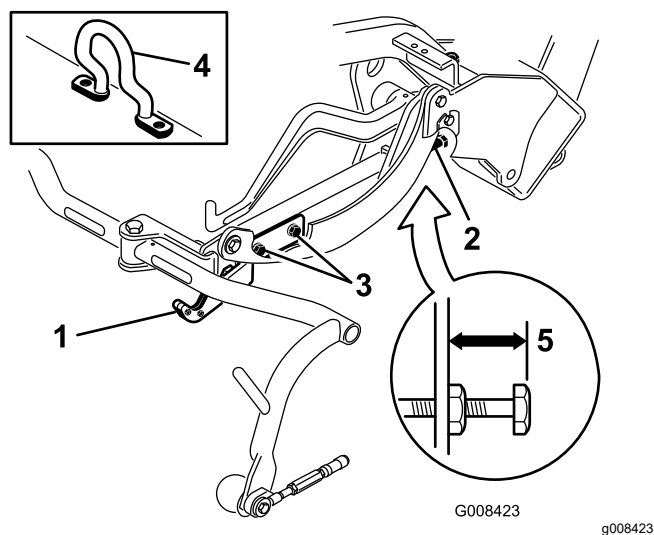
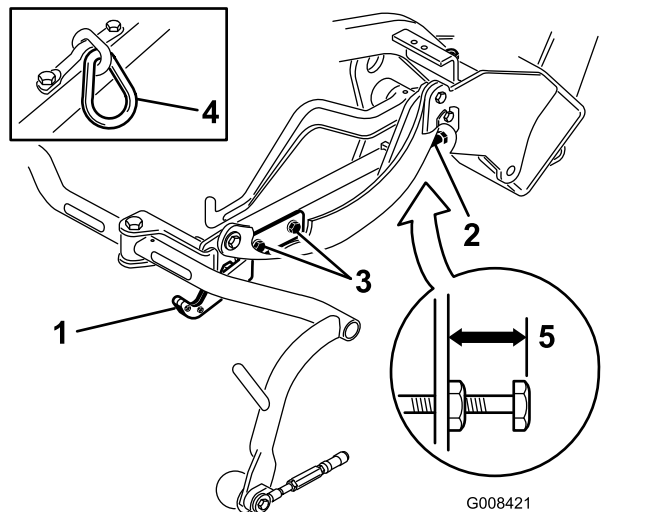
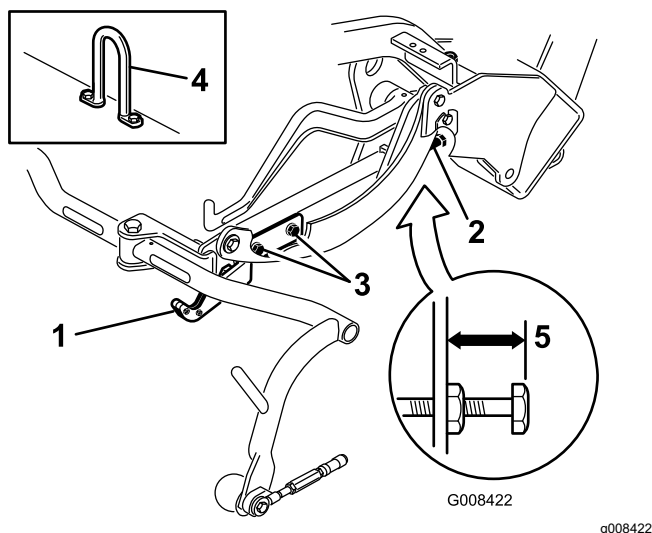

Figura 10
Figura 11
Figura 12
3. La unitățile de tăiere echipate cu o verigă de lan sau un cârlig de ridicare în linie dreaptă (Figura 11 i Figura 12 inserii), verificai dacă distanța de la partea superioară a urubului de reglare a cadrului de susținere până la partea din spate a cadrului de susținere este de 22 mm. Dacă distanța nu este de 22 mm, treceți la pasul 4. Dacă unitatea de tăiere este echipată cu o articulație de ridicare decalată (Figura 10), treceți la pasul următor.
Verificai înălțimea de transport (Figura 11 i Figura 12) i reglai-o, dacă este necesar.
2. La unitățile de tăiere echipate cu un cârlig de ridicare decalată (Figura 10 inserie), verificai dacă distanța de la partea superioară a urubului de reglare a cadrului de susținere până la partea din spate a cadrului de susținere este de 25 mm. Dacă distanța nu este de 25 mm, treceți la pasul 4.
4. Slăbiți uruburile de montare a plăcii de transport (Figura 11, Figura 12 și Figura 10).
7. În cazul în care cadrele de susinere nu sunt la aceeași înălțime, slăbiți contrapiulița de pe urubul de reglare a cadrului de susinere (Figura 10, Figura 11 și Figura 12). Rotiți urubul spre exterior pentru a ridica și spre interior pentru a coborî. Strângeți contrapiulița după ce obțineți înălțimea corespunzătoare.